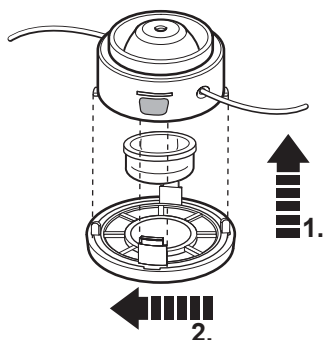

Fig. 35
- > Aligner les fentes sur le couvercle avec les fentes sur le carter de tête nylon. Puis appuyer sur le couvercle et tourner dans le sens des aiguilles d'une montre. (Fig. 35).